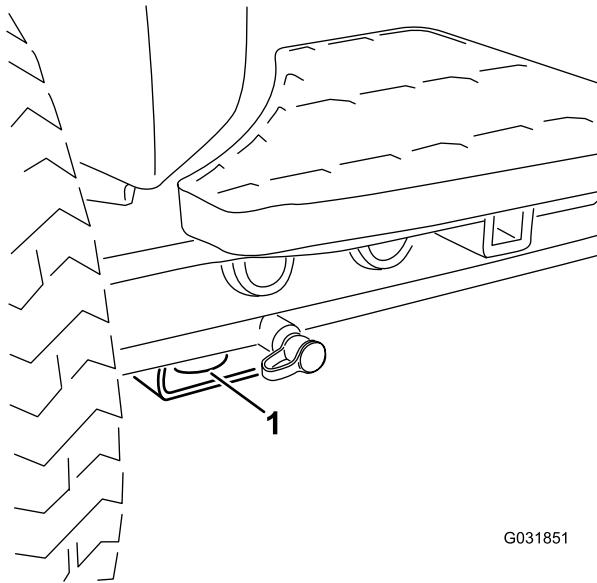

Figura 22
- **Dianeira da máquina** – o orifício na pastilha retangular, por baixo do tubo do eixo, dentro de cada pneu dianteiro (Figura 22).